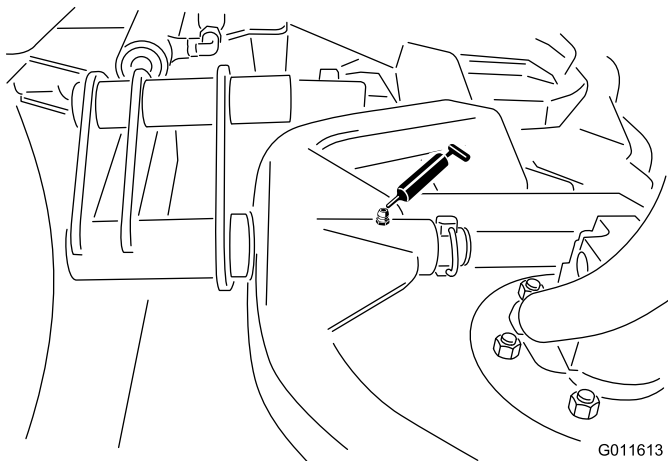

Bild 32
- Mähwerkträgerrahmen und Drehzapfen (1 Stück) (Bild 32)